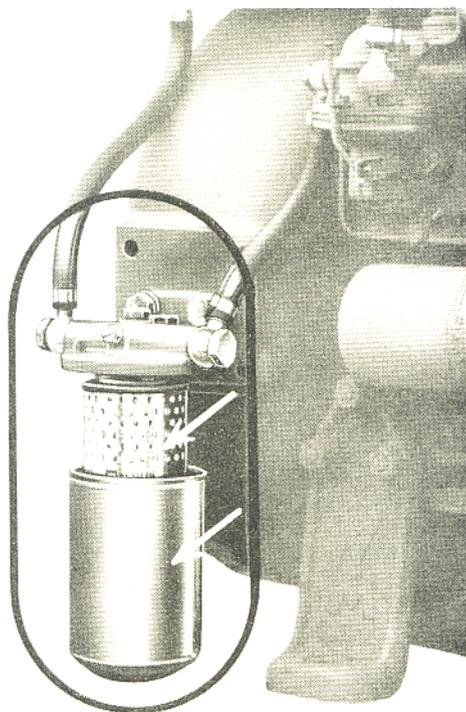

Fig. 8
2) Per la pulizia del filtro combustibile si procede come segue : (Fig. 8)